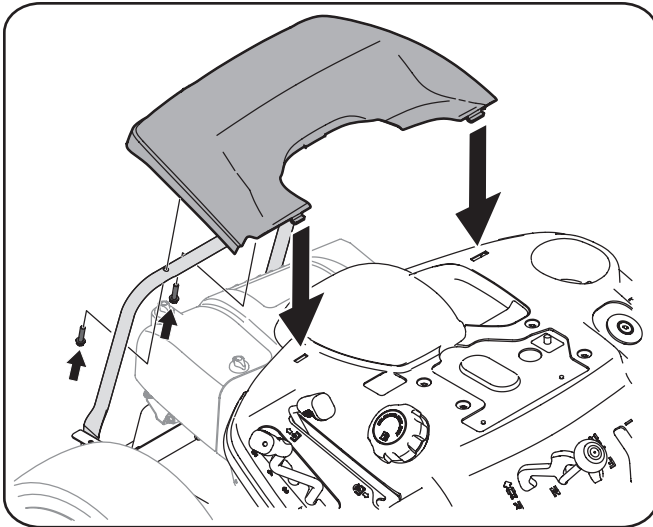

Figura 3-10
1. Retire los tornillos hexagonales de dos instalados de fábrica ubicados en el soporte de montaje de la cubierta de motor trasero. Guarde los tornillos para instrucciones posteriores. Vea la figura 3-10.
2. Instale la cubierta del motor trasero colocando en su lugar como se muestra en la figura 3-10. La punta de la tapa del motor hacia adelante para encajarlo en las ranuras correspondientes y, a continuación, gírelo hacia atrás para alinear los agujeros de montaje.